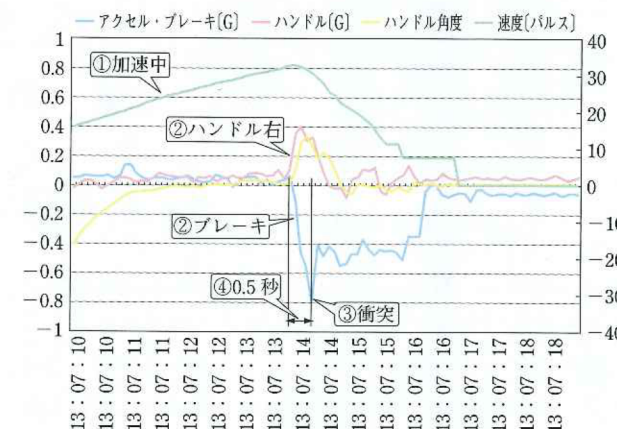
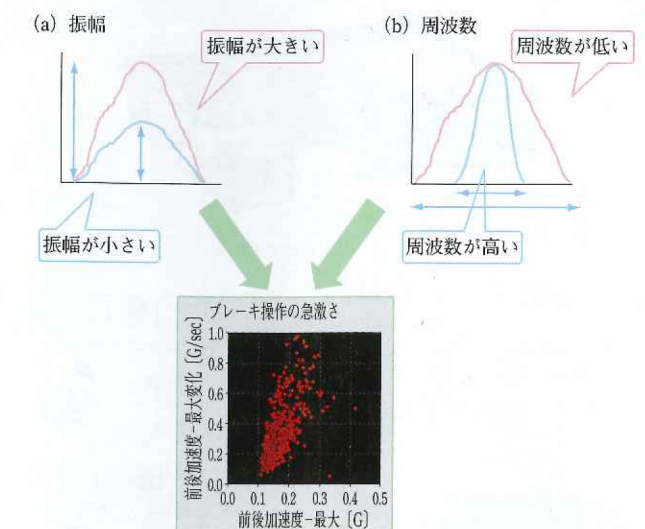
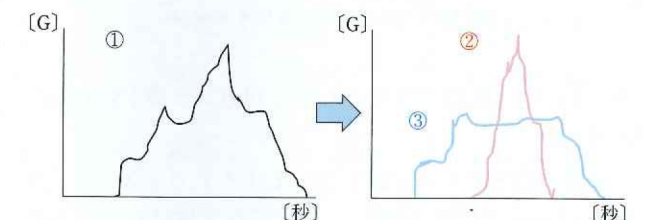

図9 実際の事故データの波形
図10 波形の二つの特性
図11 重ね合わせの原理
(2) 波形の数値解析
① 波形の二つの特性：各運転診断項目の散布図の形成には、波形が関係する。図9のように、運転診断、事故の解析はすべて波形で表すことができる。波形には振幅と周波数という二つの特性がある。たとえば、ピアノの「ド」の音を大きく鳴らしたときと小さく鳴らしたときは、図10のように波長は変わらないが振幅が変わる。
② 重ね合わせの原理：実際の事故では図9のように複雑な波が形成される。実はこれは、複数の波形の組合せでできている。これを「重ね合わせの原理」という(図11)。たとえば、人の声も一つの波形ではなく、複数の音の波形が重なり合っているのである。そのため、現象として得られた事故の波形が、どのような要素で成り立っているかを分析することが必要になる。
③ ゆらぎの抽出：上記でスムーズ項目は安定した操